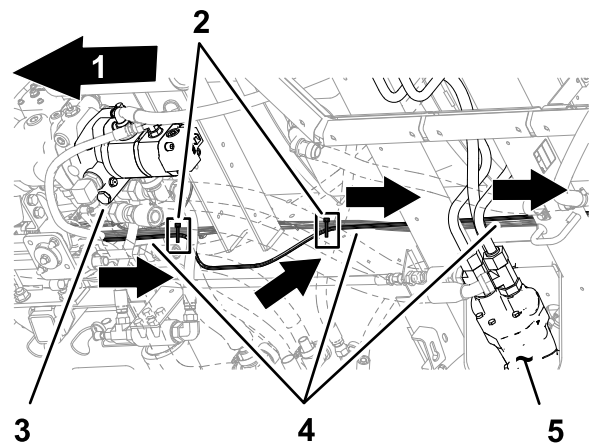

Figure 42
3. Continuez d'acheminer les branches et la partie du faisceau de câblage vers l'arrière et le long du faisceau arrière de la machine, comme montré à la Figure 42.
4. Attachez le faisceau de câblage du kit au faisceau arrière de la machine à l'aide de 2 serre-câble, comme montré à la Figure 42.